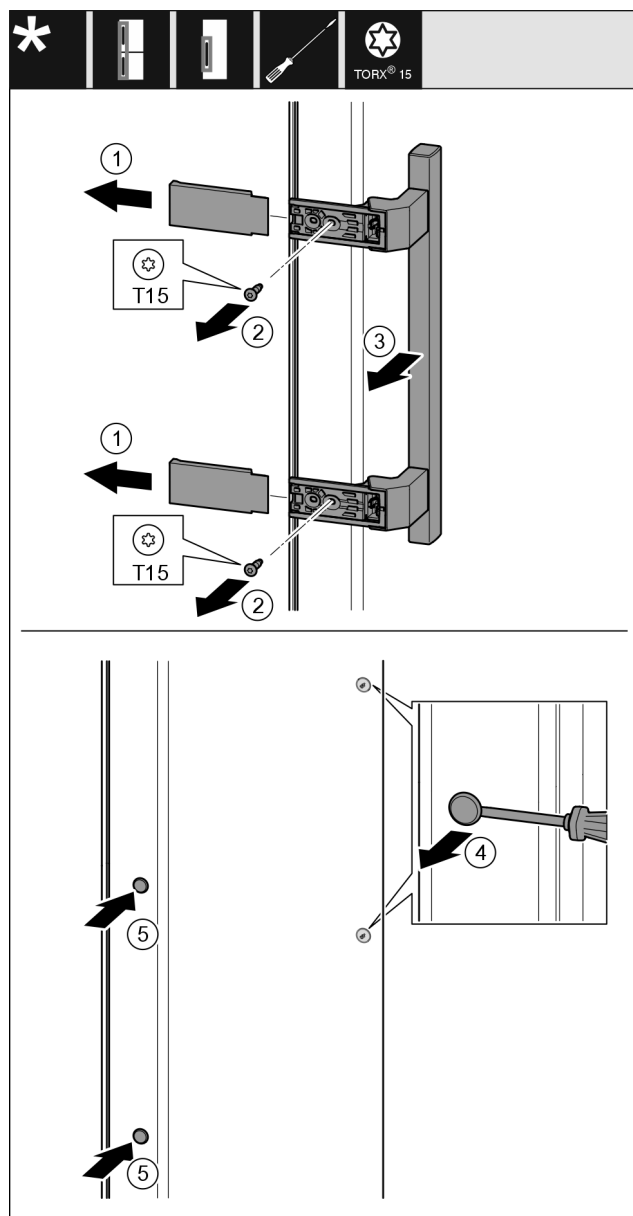

Fig. 10
- Rimuovere la copertura. Fig. 10 (1)
- Svitare le viti con un cacciavite Torx 15. Fig. 10 (2)
- Rimuovere la maniglia. Fig. 10 (3)
- Sollevare il tappo laterale con cautela con un cacciavite a taglio e estrarlo. Fig. 10 (4)
- Reinserire il tappo sull'altro lato. Fig. 10 (5)